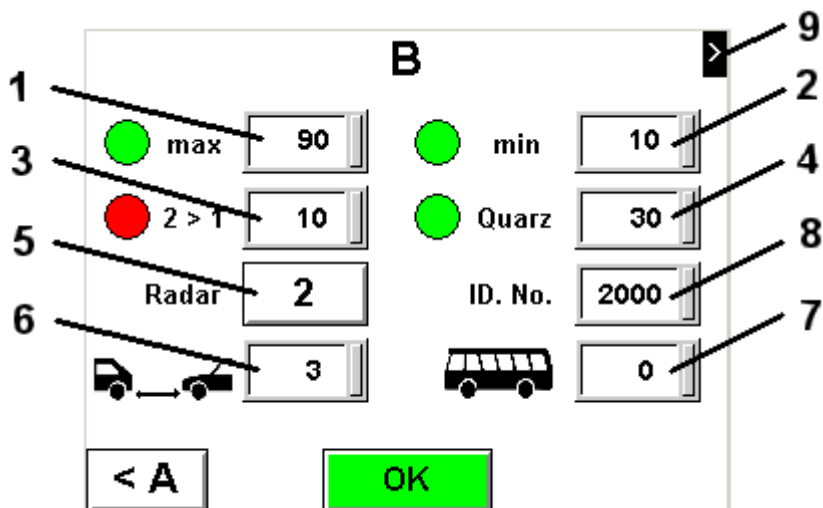

Abb. 12b
| 2) Berühren, um die Ampel-Einstellungen (B) zu ändern.       | Abb. 12b     |
### 8) **Geräte Nummer (Empfänger)** Abb. 12b